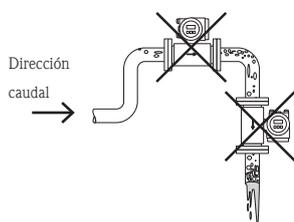

Fig.1
■ La instalación de un caudalímetro en el extremo superior de un sistema de tuberías presenta el riesgo de que acumule aire que influya negativamente en su ejecución (fig.1).